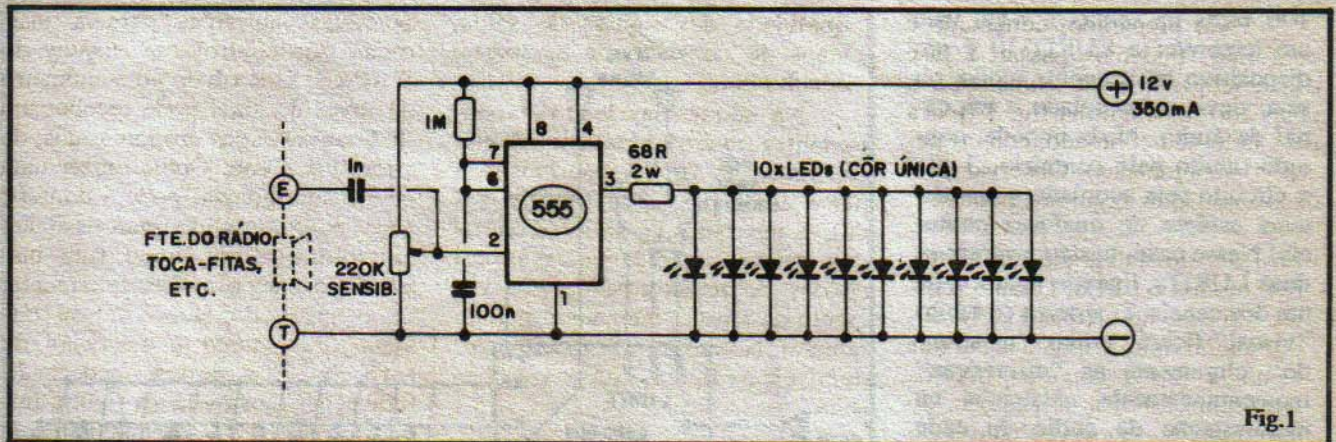

Fig.1
- **FIG. 1** - Diagrama do circuito da LURIT-10. Um único (e super-"familiar"...) Integrado 555 faz "só tudo"... Estruturado em **MONOESTÁVEL**, com período relativamente curto, determinado pelo resistor de 1M mais o capacitor de 100n, o 555 aciona através de sua saída, nada menos que 10 LEDs "paralelados". Lembrando que o 555, na sua saída (pino 3) é capaz de manejar até 200mA, fica fácil de entender como o "bichinho" pode energizar tantos LEDs, com boa luminosidade... Um resistor de 68R x 2W realiza importante trabalho de "segurança", exercendo uma limitação de corrente, para o caso de se colocar o conjunto a trabalhar nas tensões/limite (15 volts), de modo que o Integrado sempre "aguentará o tranco"... O **MONOESTÁVEL** é disparado pelo tradicional "gatilho" (pino 2), observando o Leitor/Hobbysta que esse pino é dotado de uma pré-polarização determinada pelo potenciômetro de
- **USANDO E AJUSTANDO A LURIT-10** - Depois de ligado o circuito à alimentação (ver figs. 1 e 4) e ao equipamento de áudio (idem, inicialmente deve ser ajustado o **volume** ao áudio (fonte de